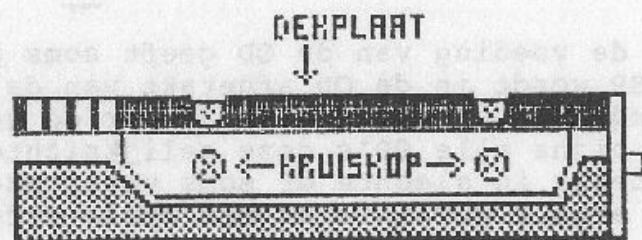

FIG.2
2. Verwijder de Opuskast en daarna het blikken dekseltje van de drive. Schroef hiervoor een zijkantje los, verwijder het dekseltje en schroef het zijkantje weer vast (zie fig 2).